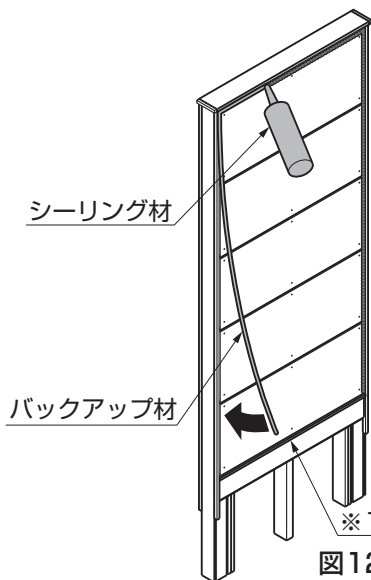
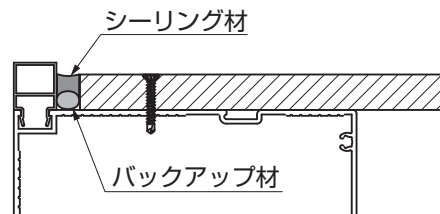
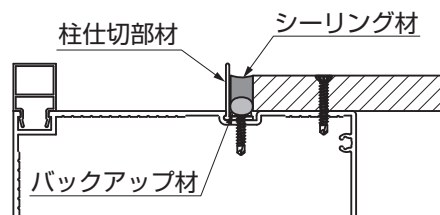

図12-1
図12-2 通常施工の場合
図12-3 フレーム、調整金具取付けの場合
- ① バックアップ材を上、左右にはめ込み、シーリングをしてください。(図12-1、図12-2、図12-3参照)